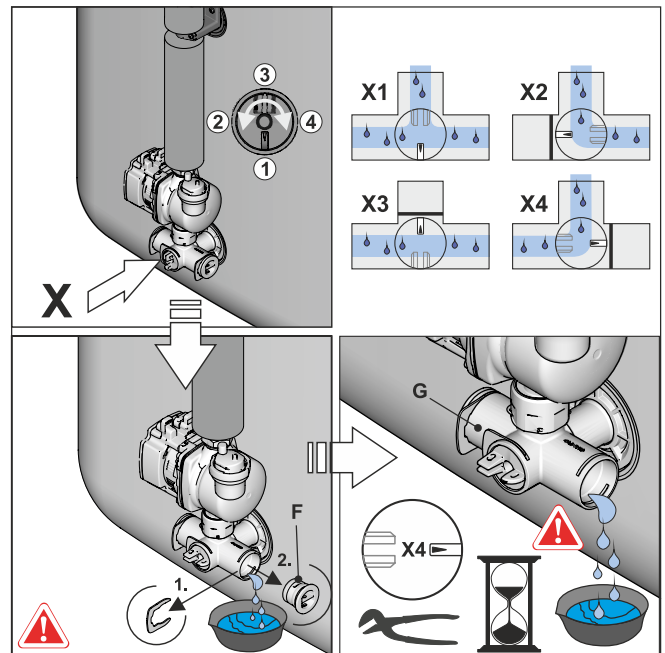

Fig. 69-5 Bloquear a chapeleta de válvula, remover o tampão cego da peça angular de ligação
- 5 Ajustar o encaixe de válvula no ângulo de ligação de modo que o caminho para a mangueira de drenagem se abra (ver também Fig. 69-5) e drenar o conteúdo de água do depósito do acumulador.